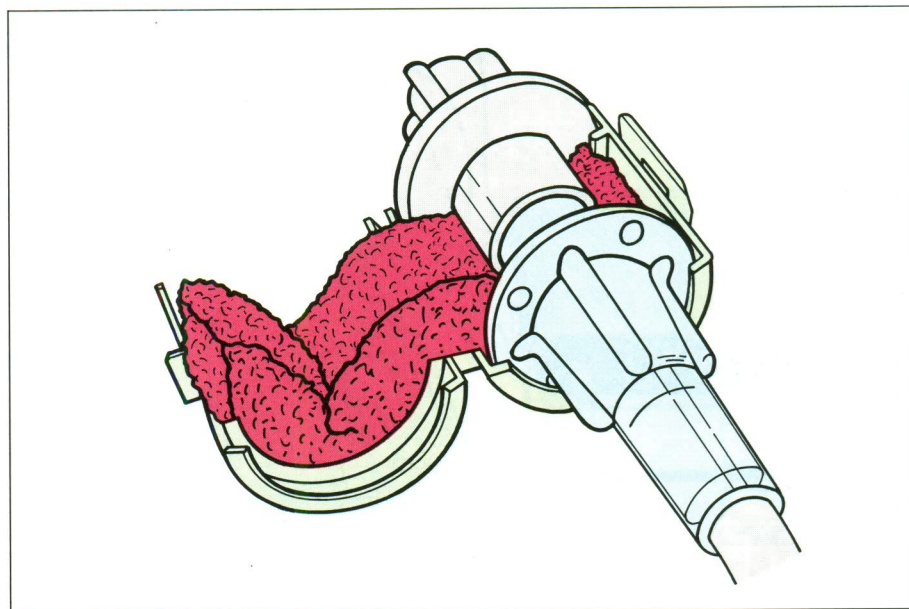

Figura 7. Pinza de sellado.
1. Pinza de sellado (figura 7)